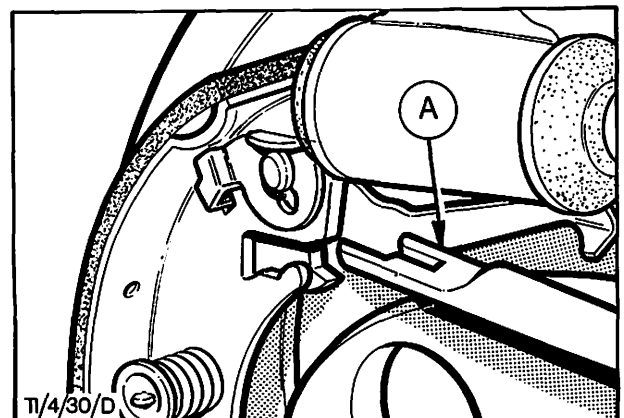

Abb. 53 Einsetzen der Druckstange A
7. Druckstange auf die Bremsbacke und den Schwinghebel schieben, dabei muß der **längere** Steg der Druckstangengabel **gegen die Bremsbacke** liegen, Abb. 53.